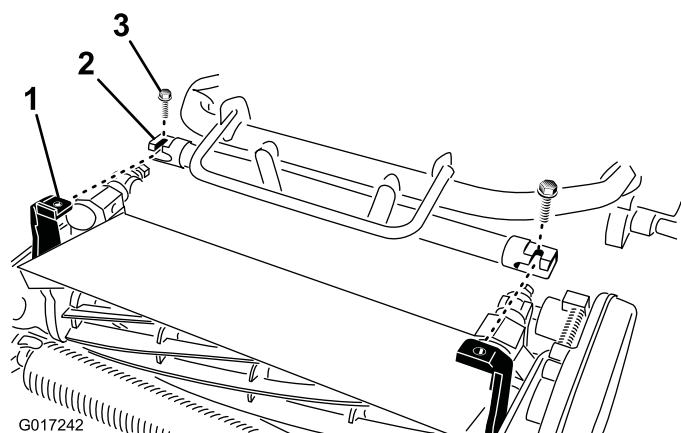

Рисунок 5
- Продвигайте раму тягового блока вперед (Рисунок 5), до зацепления с шарнирными рычагами режущего блока.
- Прикрепите раму тягового блока к шарнирным рычагам режущего блока 2 болтами на 3/8 x 3/4 дюйма (Рисунок 5).